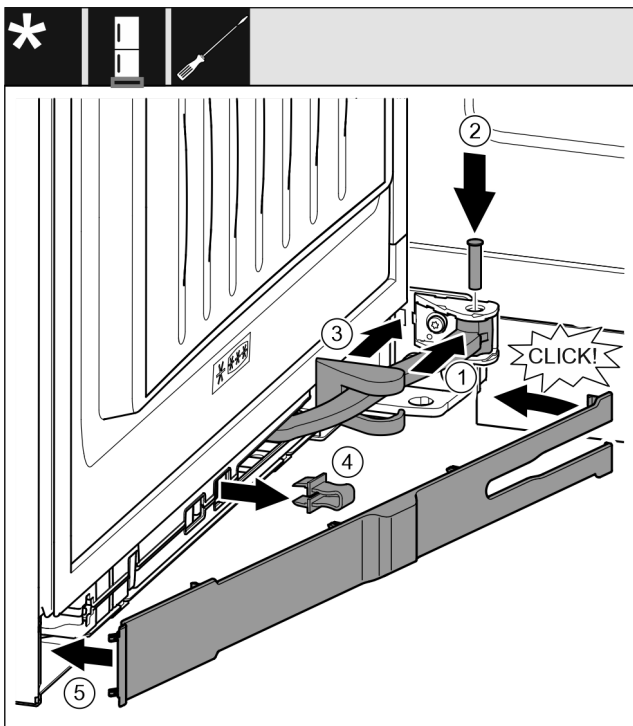

Fig. 41
- ▶ Tourner la jointure Fig. 41 (1) dans la fixation.
- ▶ Insérer l'axe Fig. 41 (2) dans la fixation et la jointure avec un tournevis. Veiller à ce que l'ergot soit bien en place dans la rainure.
- ▶ Faire glisser le cache du support de palier Fig. 41 (3) le long de la jointure et le monter au-dessus de la fixation.
- ▶ Retirer la fixation Fig. 41 (4).
- ▶ Placer le cache Fig. 41 (5) côté poignée et le faire basculer vers l'intérieur.